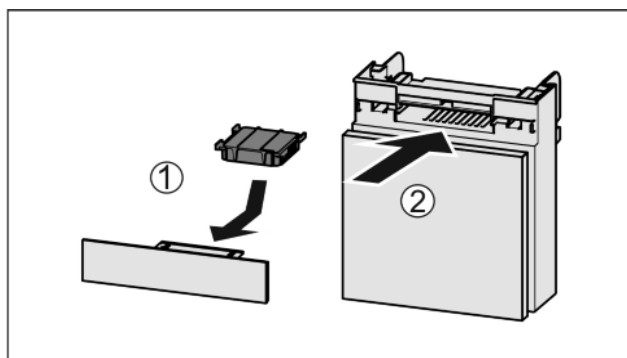

Fig. 43
- ▶ Wkładać Fig. 43 (1) filtr z węglem aktywnym zgodnie z ilustracją.
- ▶ Wsunąć komorę Fig. 43 (2).